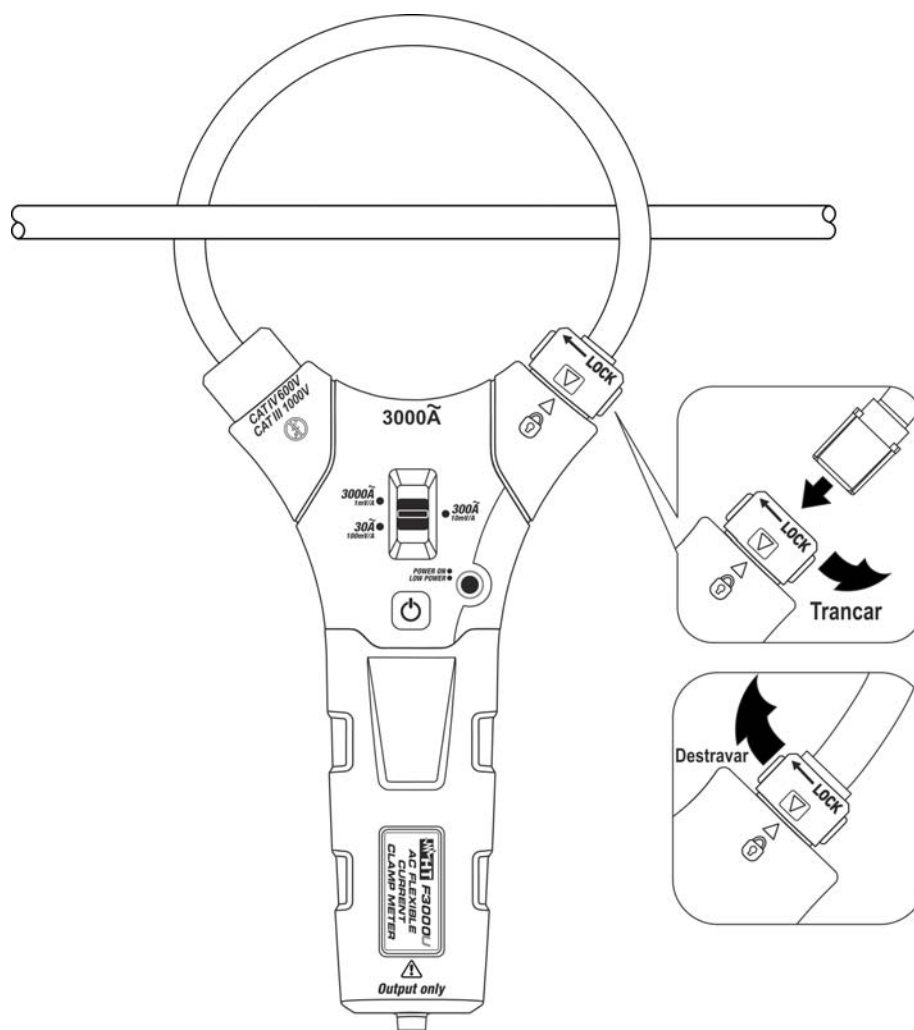

Fig. 2: Abertura/fecho do toróide flexível
- Para obter as características de precisão declaradas para o instrumento colocar sempre o condutor o mais próximo possível do centro do toróide (ver Fig. 2).
1. Rodar um quarto de volta, no sentido anti-horário, o conector de fixação para desbloquear o toróide (ver Fig. 2).
3. Colocar novamente o toróide na sede e rodar um quarto de volta, no sentido horário, o conector de fixação até alinhar as duas setas existentes no plástico para bloquear o toróide (ver Fig. 2)